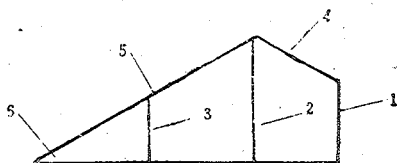

图3 单斜面温室
**单斜面温室** 单斜面温室即一面坡温室。这种温室结构简单，玻璃屋面一顺坡到地面（见图3），这类温室多利用冬春生产，最低温度可保持 $15^{\circ}\text{C}$ 以上，最高温度可达 $30^{\circ}\text{C}$ 以上，玻璃屋面倾斜角度在 $30^{\circ}$ 度以上，这种温室冬季采光好，温室保温能力强，加温系统热效率高，必要时每栋温室可同时烧四个炉子采暖，属高温温室型，这种温室多用于严冬季节生产蒜苗或早春生产春黄瓜。